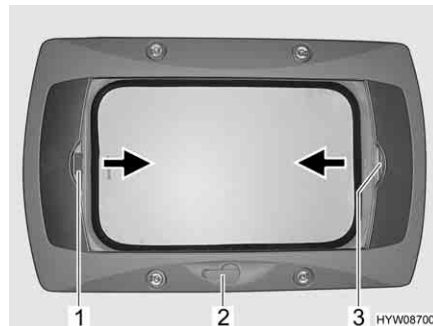

Fig. 44 Oblò a manovella
- Ruotare la manovella (Fig. 44,2) fino a quando non si incontra resistenza.
- Tirare la tendina oscurante pieghevole per la maniglia (Fig. 44,3) nella direzione della freccia fino alla posizione desiderata e rilasciare. La tendina oscurante pieghevole rimane in questa posizione.
- Tirare la zanzariera a rullo per la maniglia (Fig. 44,1) nella direzione della freccia verso la maniglia contrapposta della tendina oscurante pieghevole (Fig. 44,3) e farla innestare.
- Tirare la maniglia della zanzariera a rullo (Fig. 44,1) dietro, verso l'alto, e sganciare la zanzariera a rullo dalla tendina oscurante pieghevole (Fig. 44,3).